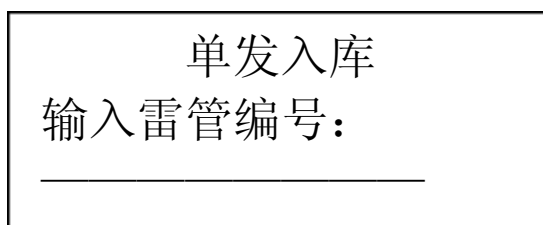

图 3.3-12
1、屏幕提示用户输入单发雷管对应的 13 位发号，如图 3.3-12 所示：